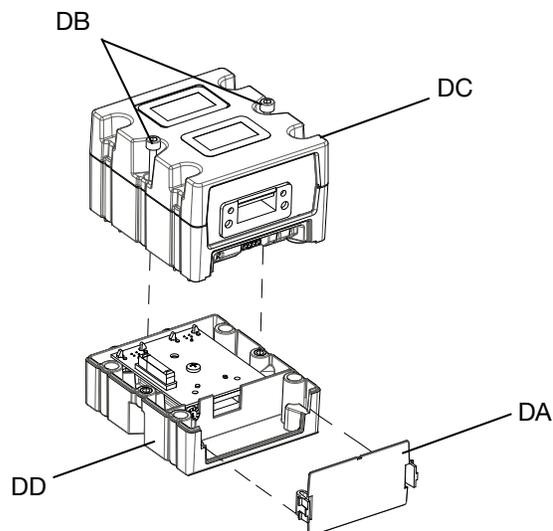

Fig. 66: Desmontaje del CGM
4. Retire la cubierta de acceso del CGM (DA). Afloje y reserve los dos tornillos M5-0,8 x 45 mm (DB) y retire el CGM (DC) de la base (DD). Consulte la FIG. 66.